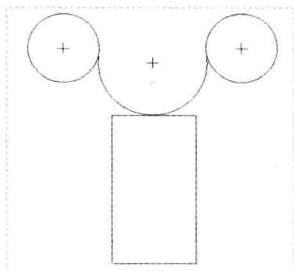

图 2-73 绘制圆弧 3
Step 04 在绘图区矩形上方的直线上单击鼠标左键，确认第 3 个切点，单击鼠标中键，即可通过 3 相切绘制圆弧，如图 2-73 所示。